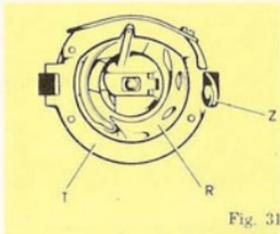

Fig. 31
- spingere verso l'esterno la molla « Z » (fig. 31),